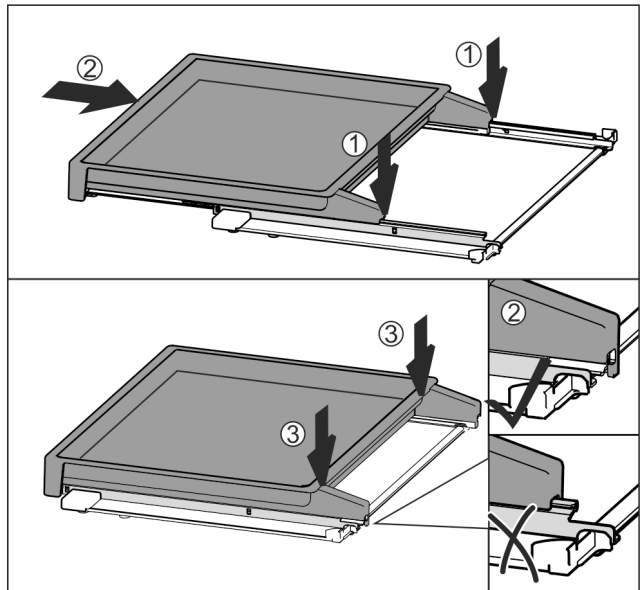

Fig. 115
- ▶ Plateau op het midden van de rails plaatsn Fig. 115 (1).
- ▶ Uitschuifplateau volledig erin schuiven Fig. 115 (2).
- ▶ Tegen de achterkant drukken tot deze hoorbaar vastklikt Fig. 115 (3).